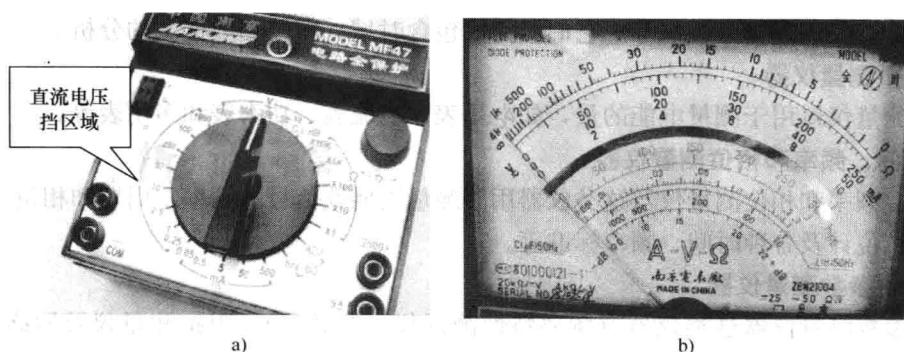

图 1-2 指针式万用表拨盘与刻度线
**【例 1-1】** MF-47 型指针式万用表拨盘及其刻度线如图 1-2 所示，问该表在直流电压档 10V 量程的分辨力为多少？直流电压档的（最高）分辨力为多少？